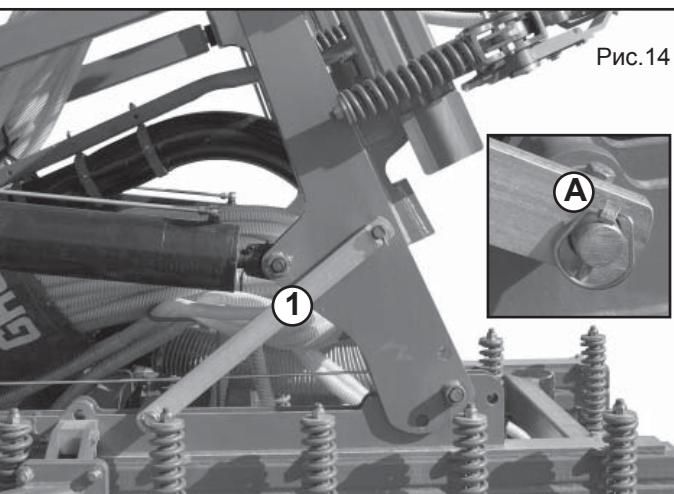

Рис.14
- Удалите защитный штифт (A, Рис. 14);
- Снимите защитный механизм с боковых структур (1, Рис. 14) и разместите его вдоль боковой структуры, как показано на рисунке 15 (2);
- Заблокируйте боковые рамы специальной стопорной штангой (1, Рис. 14), закрепив ее предусмотренными защитами (A, Рис. 14).